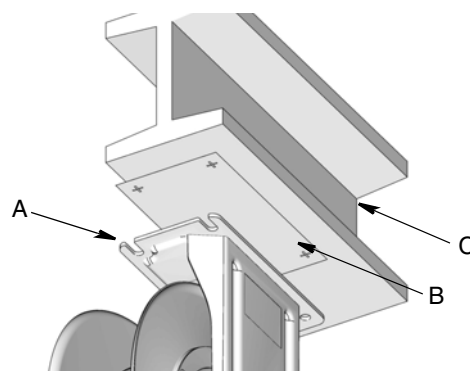

FIG. 9
2. Utiliser le gabarit de fixation (FIG. 9 – B) pour indiquer la position des trous de fixation avant de les percer.
3. Percer les trous de fixation dans la poutrelle en I (C) (FIG. 9).